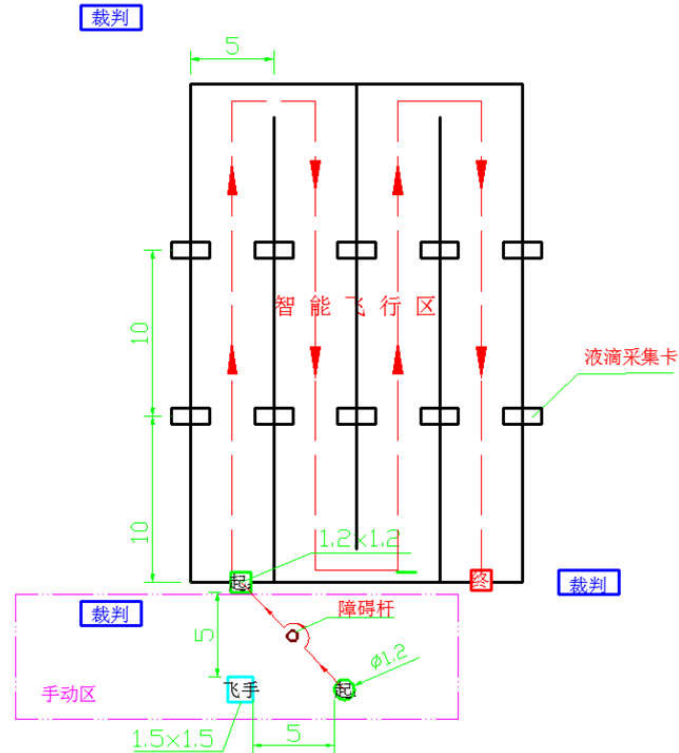

图 1 植保机作业赛场示意图
- (1) 手动飞行区；
- (2) 智能飞行区。（详见图1）
- (3) 手动飞行区设有一个障碍杆。
(4) 智能飞行区为 30m×20m 矩形，纵向分割为 4 等份。于每一块等份区边界共设置 2 行共 10 张液滴采集卡（A4 白纸），垂直间隔 10m。